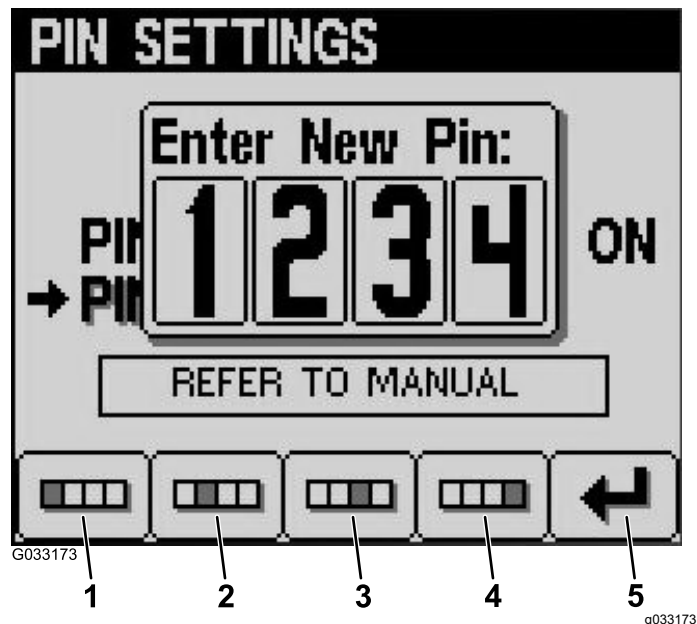

Figura 16
7. Introduzca el PIN nuevo usando los botones 1 a 4, y pulse el botón 5 para terminar de introducir el PIN nuevo (Figura 16).